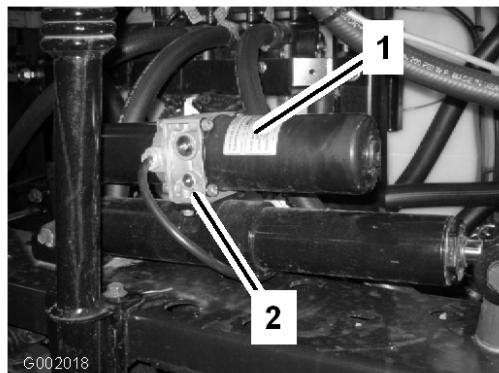

図 69
- 各アクチュエータについている手動リリーフ・バルブを探し出す。アクチュエータのボディの片側だけについている小さいほうのバルブが手動リリーフ・バルブである(図 69)。